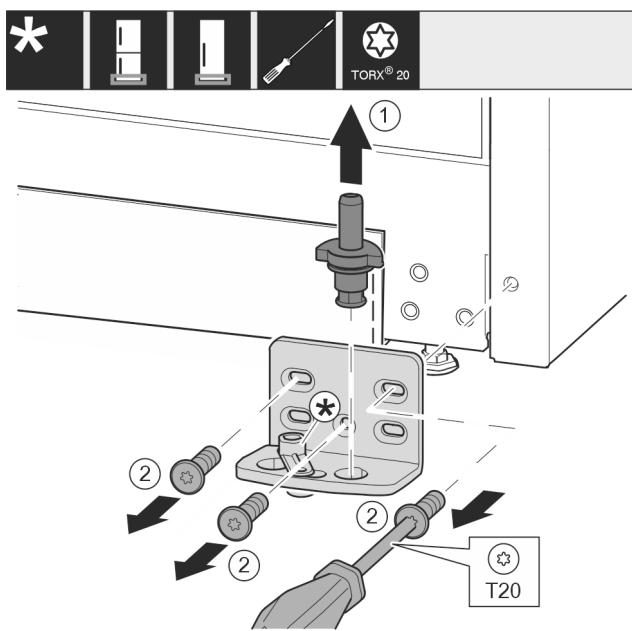

Fig. 15
- Ležajni sornik Fig. 15 (1) v celoti izvlecite v smeri navzgor.
- Odvijte vijke Fig. 15 (2) z izvijačem in snemite ležajni podstavek.